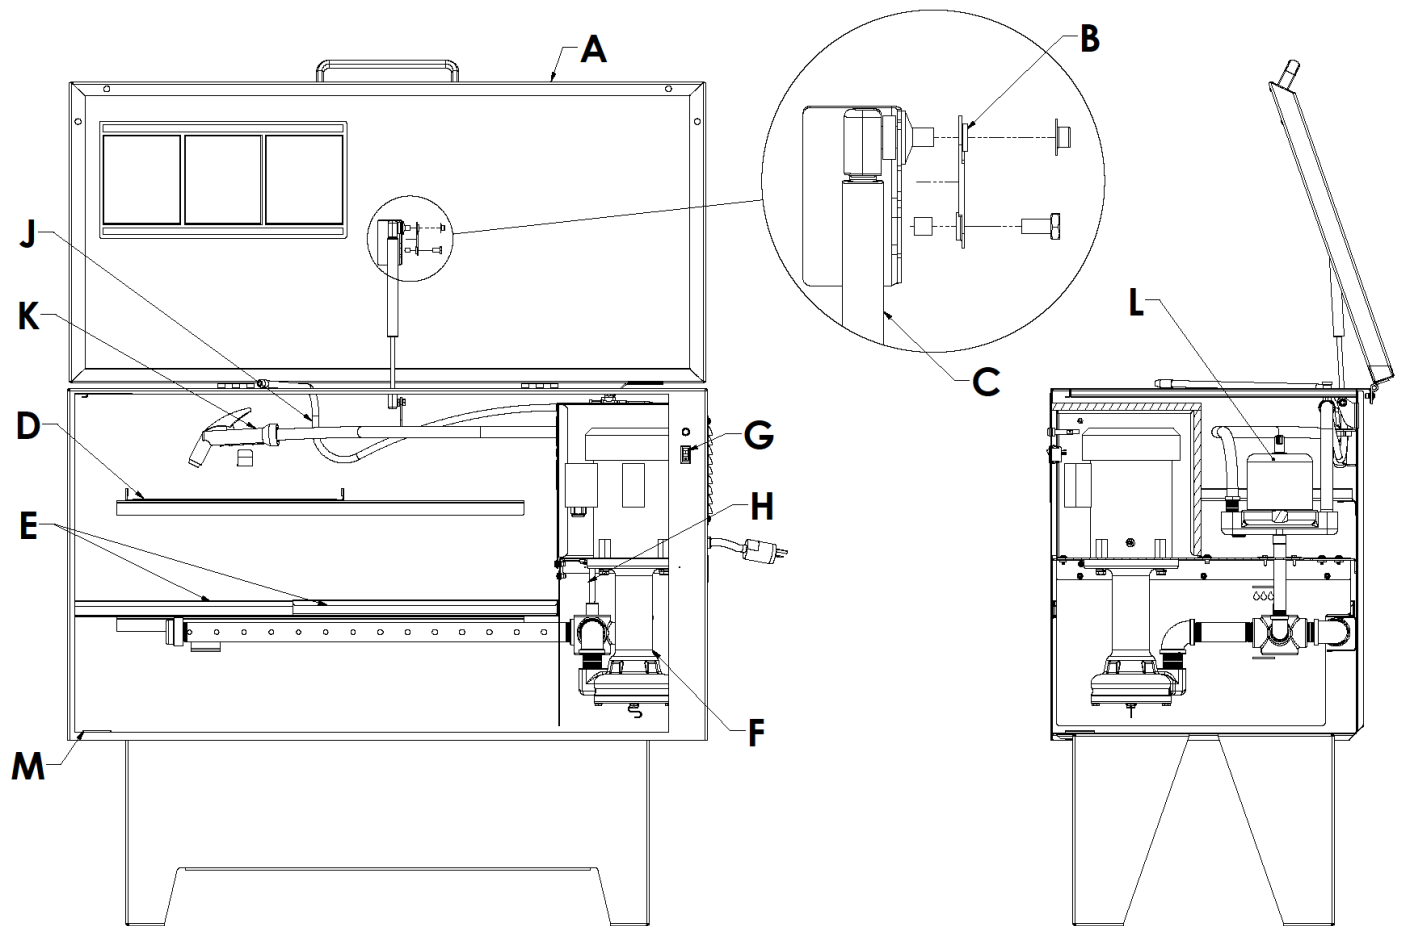

FIGURE 1
Ouvrir le couvercle de sécurité automatique (FIGURE 1 (A)) de Clean-O-Matic. Il se soulève simplement et facilement à une main. Il n'y a rien à brancher ou débrancher pour ouvrir ou fermer le couvercle.
Le couvercle de Clean-O-Matic est pourvu d'un ressort à gaz à deux voies (FIGURE 1 (C)) qui renferme aussi un lien fusible (FIGURE 1 (B)). Une fois ouvert, le mécanisme du couvercle soutient le couvercle à un angle légèrement incliné vers l'avant. Cet angle est nécessaire pour que le lien fusible puisse fonctionner dans l'éventualité peu probable d'un incendie dans la cuve. En cas d'incendie, le lien fusible fondra à 165 °F (74 °C), ce qui aura pour effet de fermer le couvercle et de réduire l'alimentation du feu en oxygène.
Chaque Clean-O-Matic est pourvu d'une tablette perforée (FIGURE 1 (D)) et de deux tablettes coulissantes (FIGURE 1 (E)) qui servent de barrière de franc-bord pour limiter les émissions de composés organiques volatils. La position la plus adaptée dépendra de vos besoins de nettoyage.
L'unité de pompage centrifuge (FIGURE 1 (F)) fournie avec Clean-O-Matic est un appareil robuste de qualité « machine-outil » qui apporte une grande aide dans le nettoyage des pièces. Elle est particulièrement utile pour faire sortir la graisse et la saleté ramollies après le trempage des pièces.
Pour activer la pompe et le système d'agitation de la cuve, mettre en position de marche l'interrupteur (FIGURE 1 (G)) qui se trouve à l'avant de Clean-O-Matic ou tourner la soupape pour obtenir de l'air. Le témoin lumineux vert devrait s'allumer, indiquant que la pompe est en marche. Sur tous les modèles, la petite soupape sur le tuyau en métal flexible (FIGURE 1 (J)) vous permet de couper l'alimentation vers le tuyau flexible et de diriger tout le liquide vers le tuyau de pulvérisation (FIGURE 1 (K)). Toujours diriger le jet dans la cuve de manière à éviter les éclaboussures. Ne jamais pointer la buse de pulvérisation sur quelqu'un. Sur les modèles 504 à 924, le sélecteur (FIGURE 1 (H)) se trouve à l'intérieur au fond à droite de la cuve. Le sélecteur permet d'utiliser le système d'agitation de la cuve uniquement, les tuyaux de rinçage et de pulvérisation ensemble, ou les trois en même temps.
Votre Clean-O-Matic est pourvu d'un filtre (FIGURE 1 (L)) qui comporte un élément collecteur à tamis réutilisable. Ce collecteur à tamis doit être nettoyé au moins une fois par semaine, plus souvent en cas d'utilisation intensive, afin de prolonger la durée de vie du liquide de nettoyage et accroître l'efficacité du nettoyage. Périodiquement, une cartouche de filtre à huile (voir la liste des pièces détachées ci-dessous) peut être placée dans la boîte du filtre à la place du collecteur à tamis. Le fait d'utiliser la pompe pendant quelques heures fera sortir plus de contaminants du liquide et prolongera sa durée de vie utile.